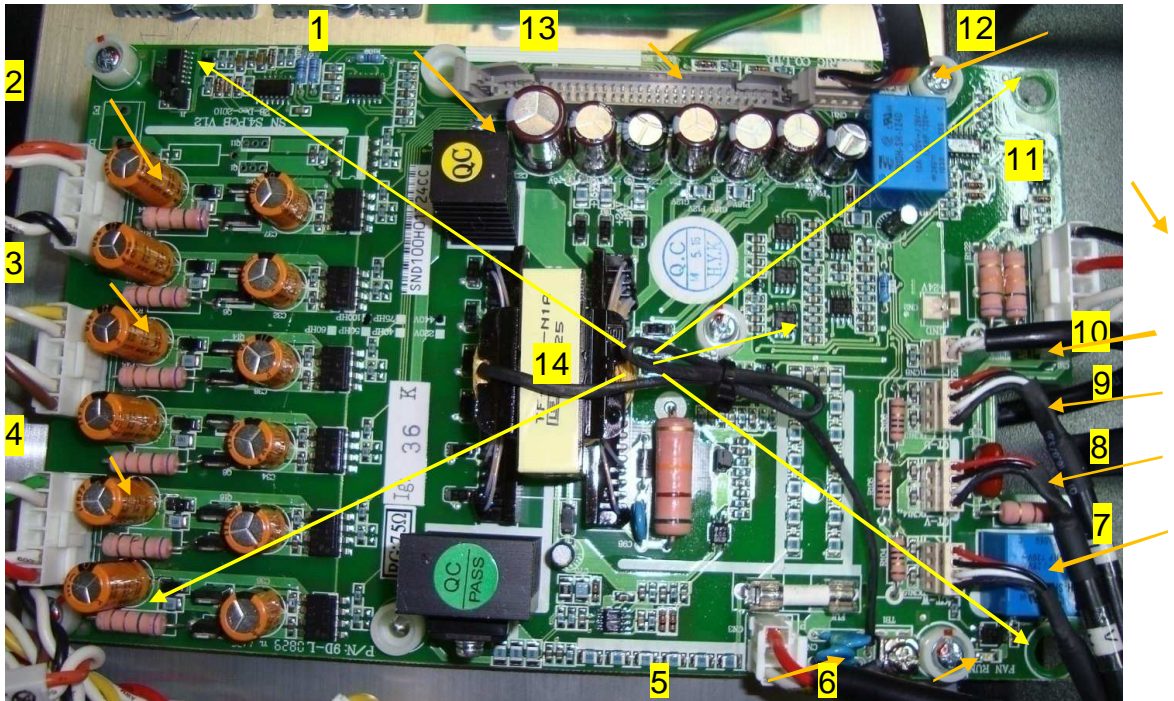

Рис. 6.21
6.11.1. Отсоединить на плате драйверов розетки всех разъемов (рис. 6.21).